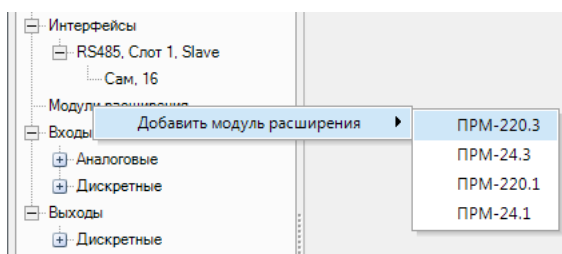

Рисунок 7.1 – Підключення модуля до OwenLogic
3. Вибрати модуль зі списку (див. рисунок 7.1).